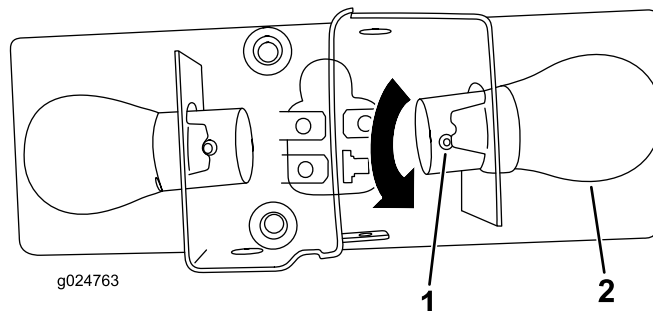

Figure 70
4. Appuyez sur l'ergot de l'ampoule, tournez l'ampoule vers la gauche et enlevez-la (Figure 70).
6. Tournez l'ampoule neuve vers la droite jusqu'à ce que l'ergot s'aligne sur la fente dans la douille (Figure 70).